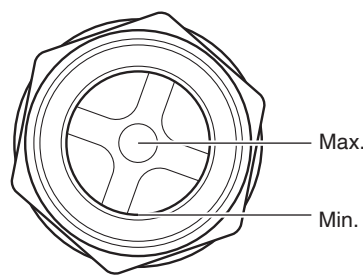

Fig. 8
D) Contrôlez quotidiennement le niveau d'huile pour vérifier qu'il ne dépasse pas le repère maximum ou ne descend pas en dessous du minimum indiqué sur la vitre de la jauge. (Fig. 8)
Versez l'huile par l'orifice du carter jusqu'au niveau indiqué sur la vitre jauge à huile (voir Fig. 8).